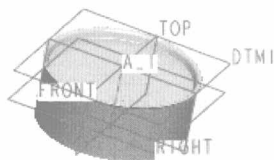
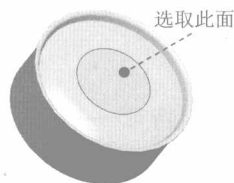

图 2.2.5 添加基准平面 DTM1
图 2.2.6 选取参照平面
Step4. 添加如图 2.2.5 所示的基准平面——DTM1。选择下拉菜单 **插入(I)**  **模型基准(M)**  **平面(P)**  命令, 选取如图 2.2.6 所示的模型表面为参照平面, 在“基准平面”对话框中, 选择约束类型为 **偏移**。输入偏移距离值 4, 单击对话框中的 **确定** 按钮, 完成基准平面的创建。